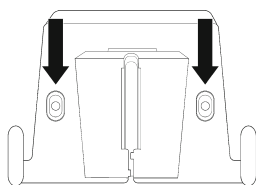
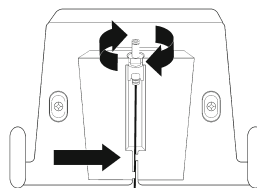

Abb. 1
Abb. 2
1. Befestigen Sie die Ladestation (2) an der Wand auf einer stabilen, sauberen und trockenen Oberfläche. Überprüfen Sie, ob die Wandbeschaffenheit zum Bohren geeignet ist und dass keine Stromleitungen dahinterliegen.
2. Markieren Sie den korrekten Lochabstand an der Wand (Abb. 1)
3. Verwenden Sie nur die im Lieferumfang des Geräts enthaltenen Schrauben (4).
4. Führen Sie das Kabel des Netzteils (5) durch die Aussparung (Abb. 2).